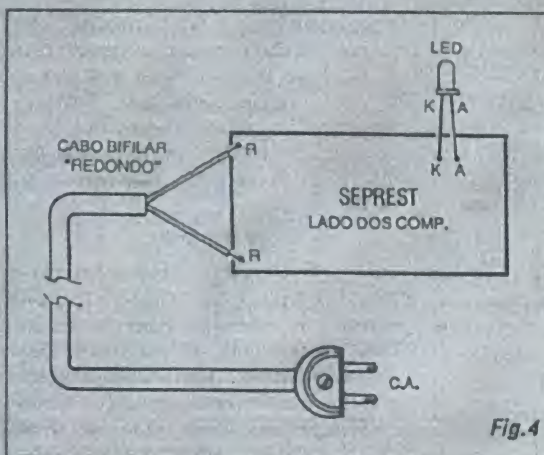

Fig. 4
- FIG. 4 - CONEXÕES EXTERNAS À PLACA - As ligações externas à placa são elementares... O LED (identificar corretamente seus terminais de catodo/anodo ou A/K...) tem suas pernas ligadas aos furos/ilhas periféricas A e K enquanto que os cabos que vão à rede C.A. (alimentação geral) devem ser conectados aos pontos R-R, nada mais... No diagrama, a placa do Impresso ainda é vista (como na figura anterior...) pela sua face não cobreada... Um lembrete: embora o LED possa ser ligado diretamente à placa, pelos seus próprios terminais, dependendo da posição adotada para fixação do Impresso dentro do *container* escolhido, pode tornar-se mais prática a sua conexão via pedaços de cabinho isolado, no conveniente comprimento... Nada impede isso, desde que as identificações de terminais e respectivos pontos na placa estejam "nos conformes"...